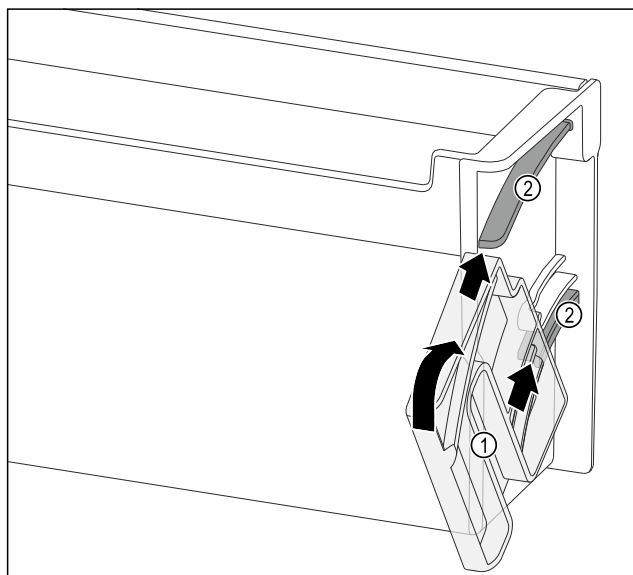

Fig. 120
- Umiestnite otočnú jednotku Fig. 120 (1) tak, aby sa vybraní nachádzali presne oproti vodiacim kanálom Fig. 120 (2) odkladacieho priestoru vo dverách.
- Otočte otočnú jednotku Fig. 120 (1) do uvedeného smeru.